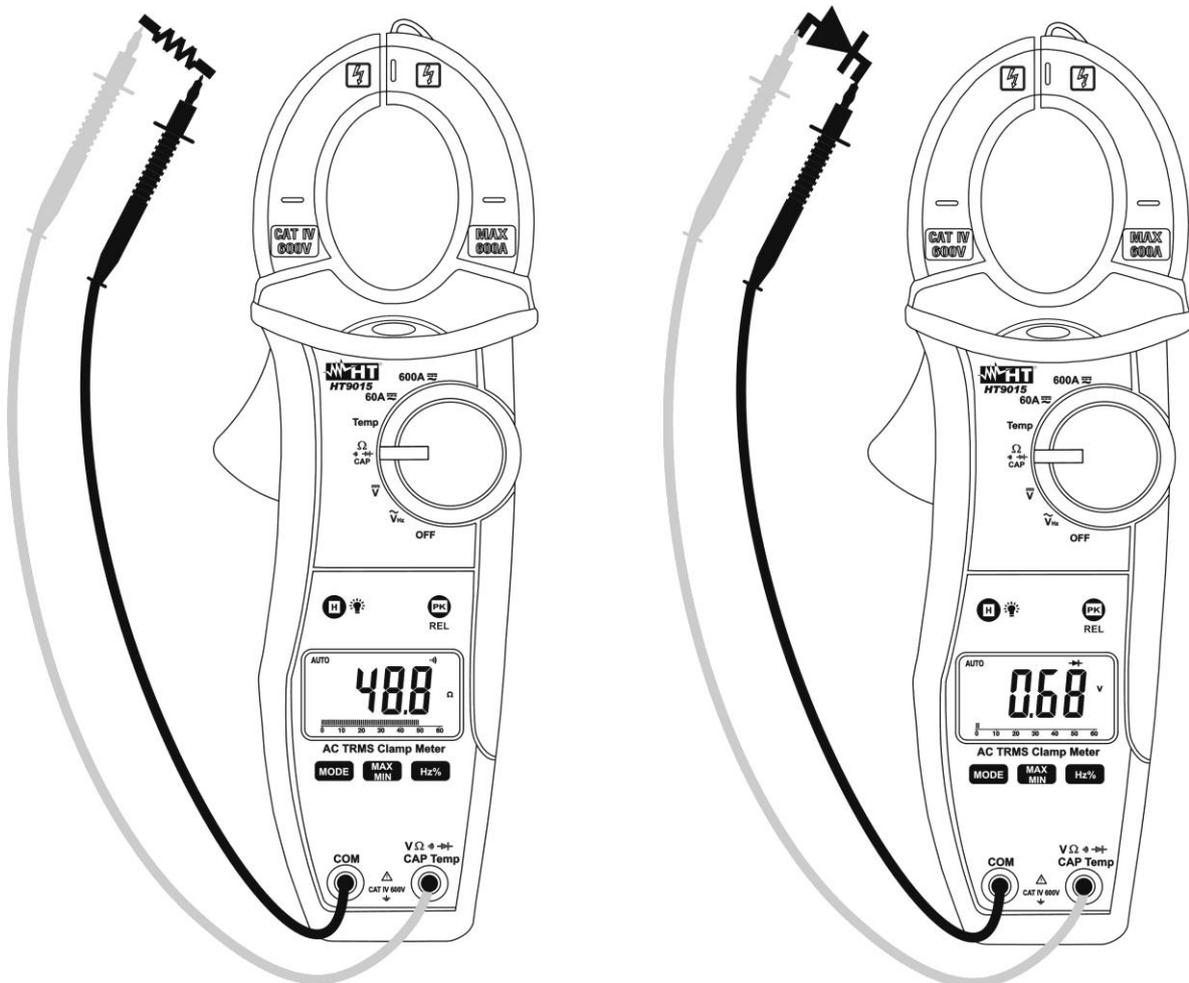

Fig. 6: Uso da pinça para efetuar Testes de continuidade e Testes de díodos
3. Inserir o cabo vermelho no terminal de entrada **VΩ** (diode symbol) \rightarrow **CAP Temp** e o cabo preto no terminal de entrada **COM** e efetuar o teste de continuidade no objeto em teste (ver Fig. 6 – parte esquerda). O indicador sonoro emite um sinal acústico quando o valor da resistência medida é inferior a cerca de 60Ω
5. Ligar a ponteira vermelha ao ânodo do díodo e a ponteira preta ao cátodo no caso de medição da polarização direta (ver Fig. 6 – parte direita). Inverter a posição das ponteiras no caso de medição da polarização inversa